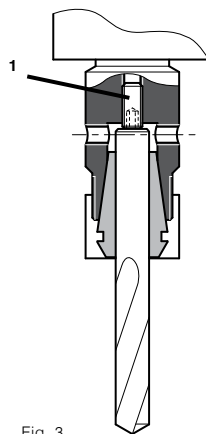

Fig. 3
Tutte le teste registrabili con i mandrini per pinza ER hanno la possibilità, per le operazioni di foratura, di registrare assialmente l'utensile attraverso la vite **1** (**Fig. 3**), posta sul fondo della sede pinza.
*All adjustable heads with spindle for ER collet have the possibility, for drilling operations, to adjust axial tool length, using screw ref **1** (**Fig. 3**).*